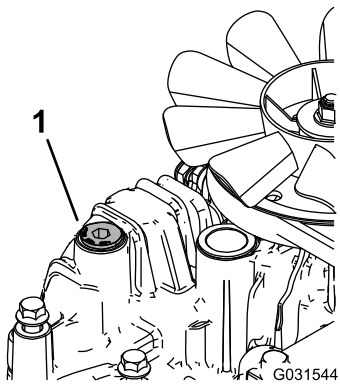

Figura 79
11. Afloje el tapón de ventilación de cada transmisión hasta que esté suelto y se mueva de un lado a otro (Figura 79).